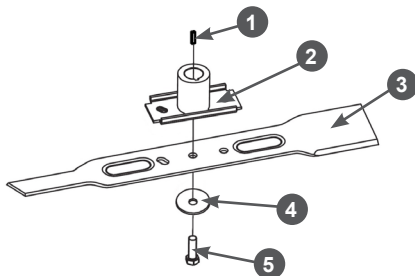

Рис. 23 Установка ножа
- С помощью соответствующего инструмента открутите болт 7 крепления ножа и снимите нож (Рис. 23).
- Снимите с вала двигателя адаптер 3 ножа и втулку 2 адаптера (Рис. 23).
4. Убедитесь в том, что шпонка 1 адаптера на месте и не имеет повреждений. Во избежание утери шпонки во время заточки ножа или других работ по обслуживанию газонокосилки извлеките шпонку из вала и уберите в надёжное место (Рис. 23).
7. Установите все детали на место в порядке, обратном снятию. Схема установки показана на Рис. 23. 8. Зафиксируйте нож от проворачивания и надёжно затяните болт 5 крепления ножа (Рис. 23).